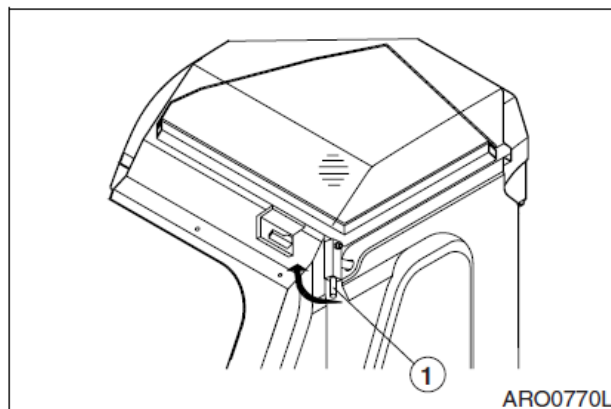

Рис. 112
3. Разблокировать, потянув рычаг (1, рис.112) в направлении, указанном стрелкой.